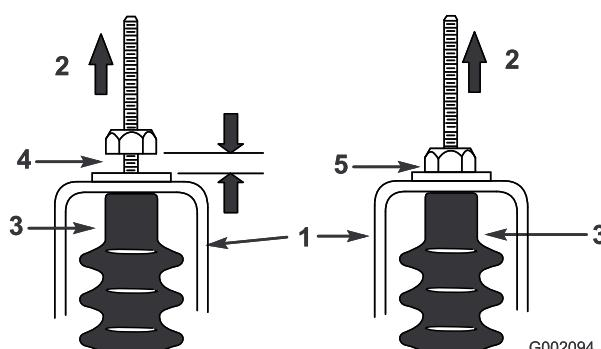

図 53
5. それぞれのシフトケーブルを引っ張って、ナットワッシャとニュートラルブラケットとの間に 0.76-1.52 mm のすきまがあることを確認する図 53。